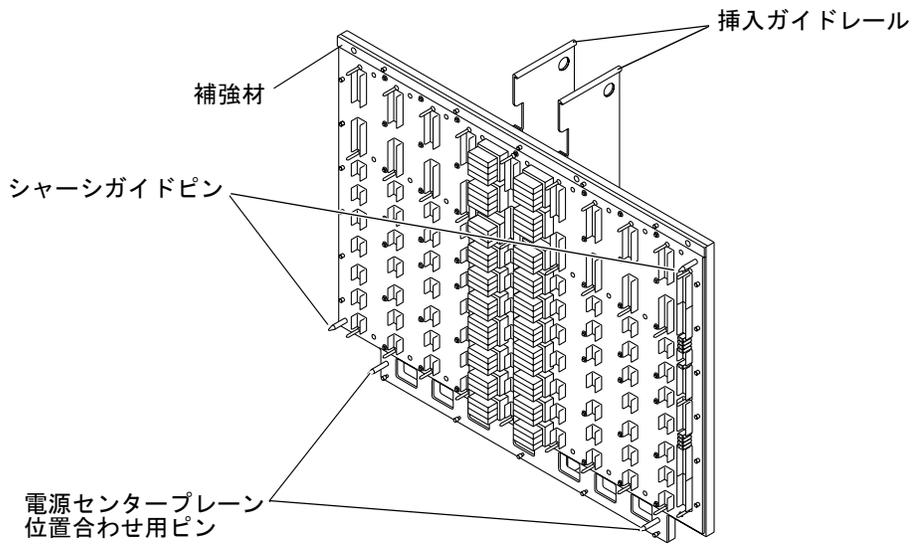

図 2-22 Sun Fireplane interconnect 部品 - 正面図および背面図
3. Sun Fireplane interconnect 部品の補強材の周辺にある、22 本のプラスの脱落防止機構付きねじを完全に緩めます (図 2-22)。
2. Sun Fireplane interconnect 部品の板金の挿入ガイドハンドルを使用して、部品をシャーシのカードケージ内にスライドさせます。シャーシガイドピン 2 本と電源センタープレーンの位置合わせ用ピン 2 本を、システムシャーシ中央のミッドプレーンパネルに通して、位置を合わせます (図 2-22)。